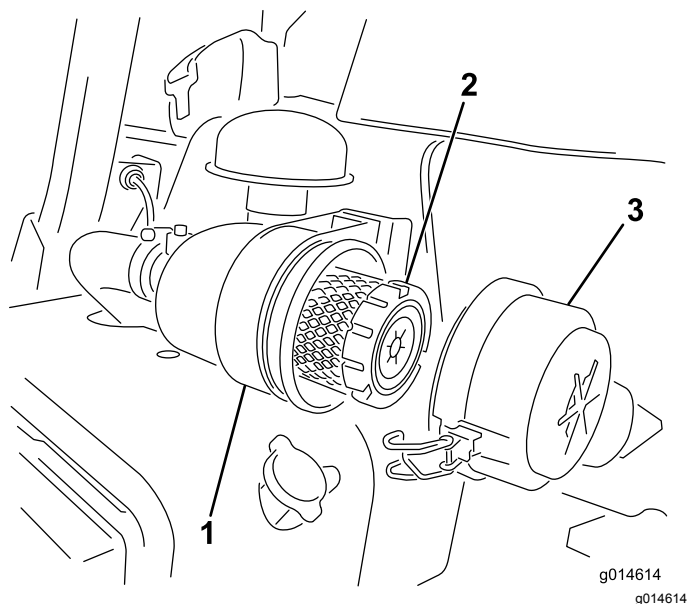

Figura 27
1. Rilasciate i fermi che fissano il coperchio del filtro dell'aria al relativo corpo (Figura 27).
7. Fissate i fermi (Figura 27).